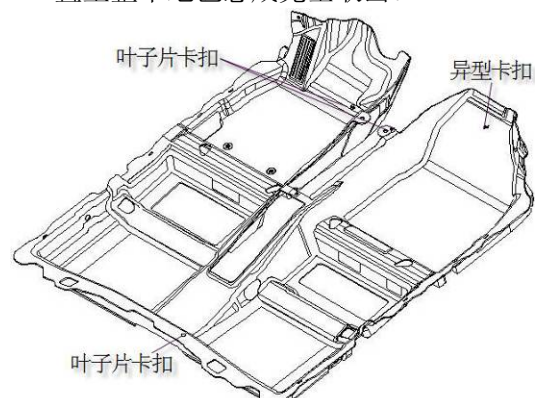

图 1-13-2 地毯安装结构图
(1) 拆卸过程：
- a. 地毯固定卡扣：用一字螺丝刀轻轻撬起卡扣头部，然后用手向上将其取出。相同的方法即可将图 1-13-2 所示卡扣拆卸完毕，然后双手拉起地毯的后部边缘，再水平往后慢慢拽出地毯，直至整个地毯总成完全取出。